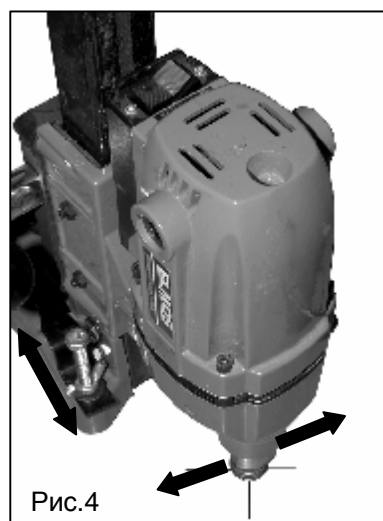

Рис.4
5. Добейтесь совпадения шпинделя сверлильной головки с центром предполагаемого сверления (Рис.4).